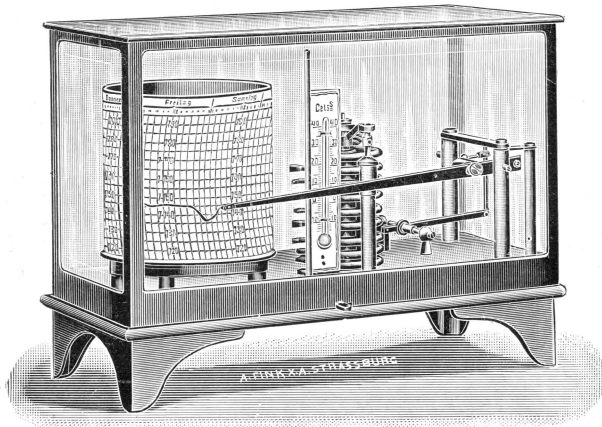

Fig. 16.
**Barograph.** (Fig. 16.)
**Barographe.** (Fig. 16.)